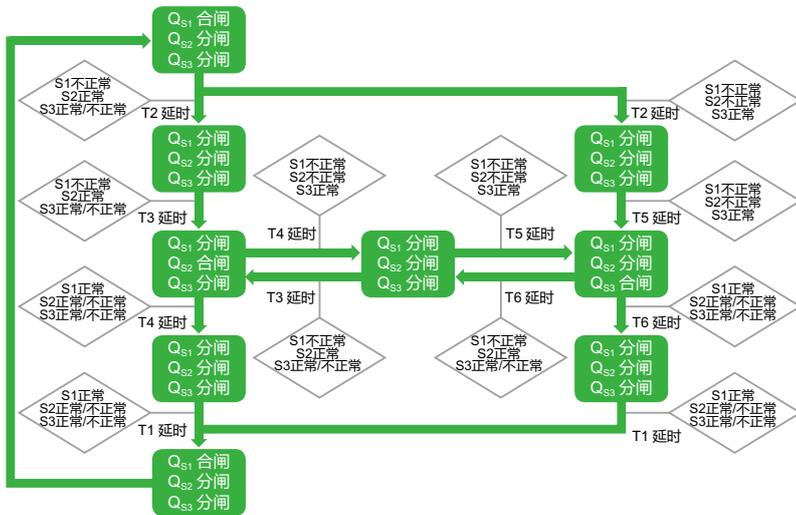
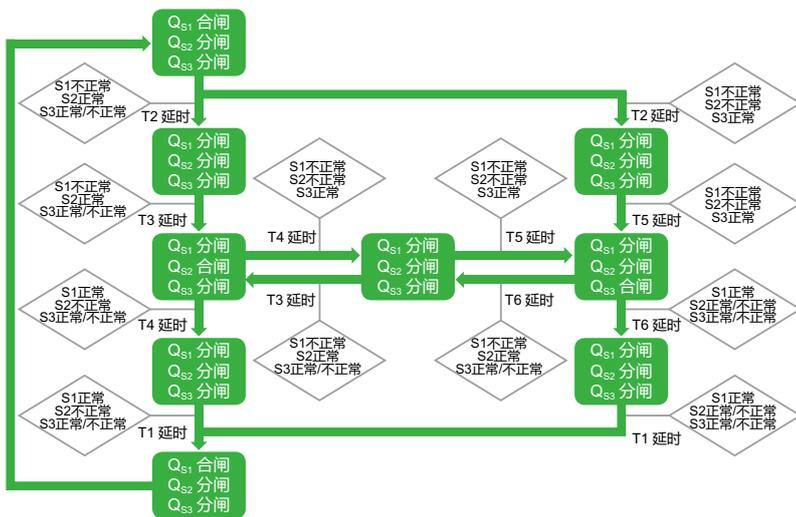

图 13-TB 控制器自复流程
图 14-TB 控制器不自复流程
自复 (RR)- 以 S1 电源为电源投入第一优先级，S2 电源为第二优先级，S3 电源为第三优先级 (详见图 13-TB 控制器自复流程)；不自复 (SR)-S1 和 S2 的电源投入优先等级一致，S3 电源等级比 S1/S2 电源等级低 (详见图 14-TB 控制器不自复流程)。